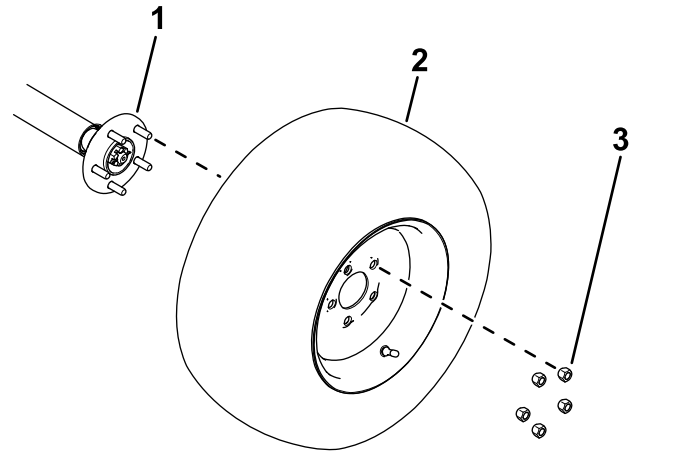

Bild 4
- Lösen und entfernen Sie die Radmutter (Bild 4).
- Nehmen Sie Räder von den Radnaben ab (Bild 4).